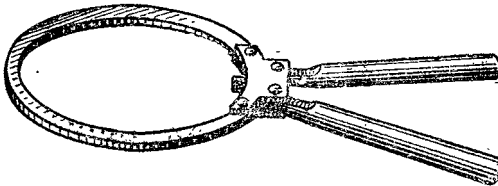

Рис. 86. Приспособление для снятия и установки поршневых колец на поршень двигателя
2. Приспособление для снятия и установки поршневых колец на поршень (рис. 86).